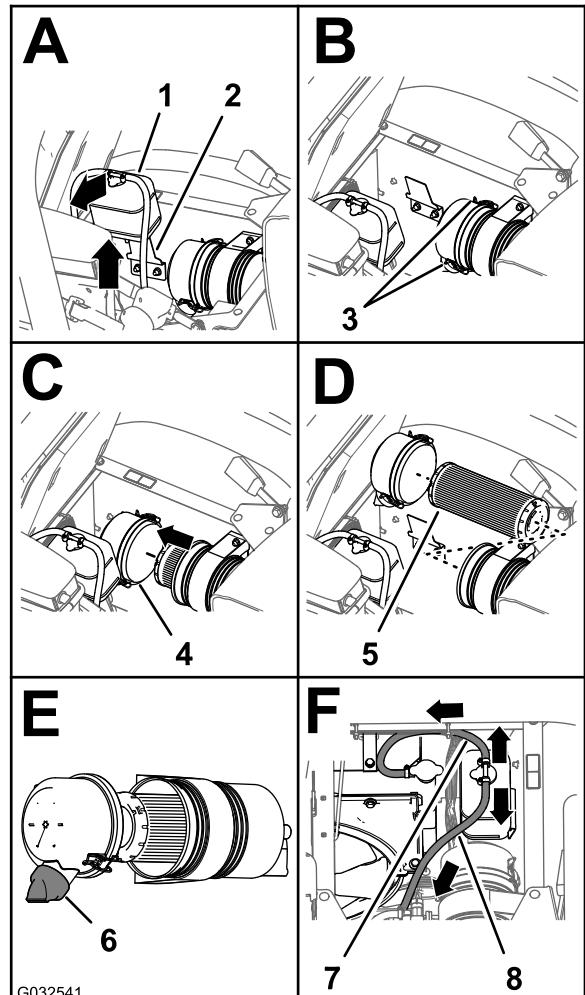

Figura 74
3. Levante el depósito de expansión del refrigerante y retírelo del soporte del depósito (Figura 74).
4. Abra los dos enganches que sujetan el tapón guardapolvo a la carcasa del limpiador de aire (Figura 74).
6. Limpie el interior del tapón guardapolvo, la carcasa del limpiador de aire y la válvula de polvo con un trapo húmedo (Figura 73 y Figura 74).
7. Instale el elemento del filtro de aire en la carcasa del limpiador de aire (Figura 74).
- Instale la tapa sobre el cuerpo del limpiador de aire y sujetela con los 2 enganches (Figura 74).
- Nota:** Asegúrese de que la válvula de polvo está alineada a una posición entre las 5 y las 7, vista desde el extremo (Figura 74).
- Alinee el depósito de expansión del refrigerante con el soporte del depósito y coloque el depósito firmemente (Figura 74).
- Importante:** Asegúrese de que la manguera de alivio de presión está enrutada hacia delante y hacia abajo, y que la manguera de ventilación está enrutada hacia atrás, como se muestra en la Figura 74.